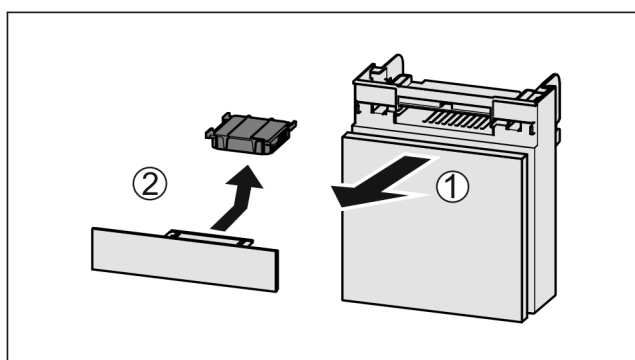

Fig. 80
- ▶ Lade vanaf de voorkant eruit trekken Fig. 80 (1).
- ▶ Actiefkoolfilter verwijderen Fig. 80 (2).